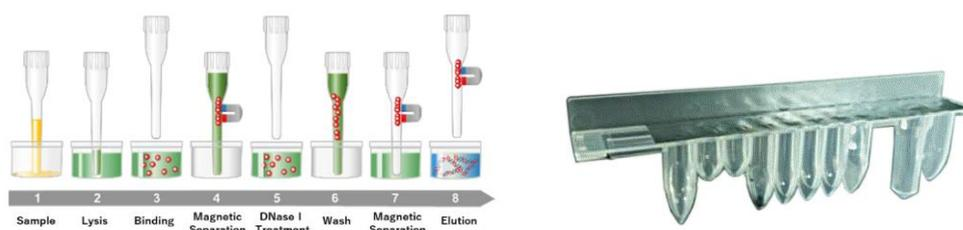

Figura 1.5: Principio di estrazione dell'RNA e cassetta di estrazione ELITE InGenius SP RNA
- Il set di reagenti è stato ottimizzato per l'isolamento di acidi nucleici da campioni di 200 µL. (Figura 1.5: ELITE InGenius – SP RNA Cartuccia e principio di estrazione).